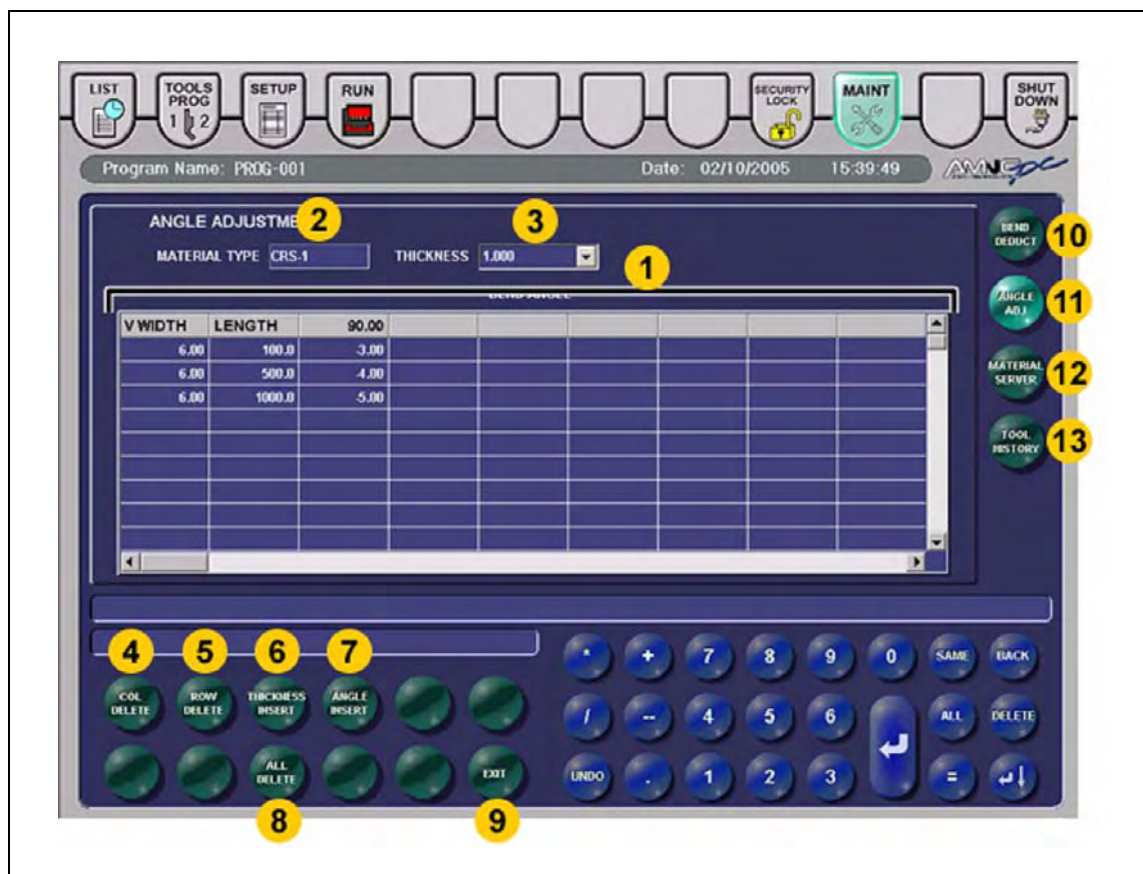

Abb. 6-108 „Winkel-Kompensationswertetabelle“-Display
- 3 Auswahlfeld „Thickness” (Materialstärke) (Abb. 6-108, Seite 6-151)**
- 4 Bedienfeld „COL DELETE” (Spalte Löschen) (Abb. 6-108, Seite 6-151)**
- 5 Bedienfeld „ROW DELETE” (Zeile Löschen) (Abb. 6-108, Seite 6-151)**
- 6 Bedienfeld „THICKNESS INSERT” (Dicke einfügen) (Abb. 6-108, Seite 6-151)**
- 7 Bedienfeld „ANGLE INSERT” (Winkel einfügen) (Abb. 6-108, Seite 6-151)**
- 8 Bedienfeld „ALL DELETE” (Alles Löschen) (Abb. 6-108, Seite 6-151)**
- 9 Bedienfeld „EXIT” (Rückkehr) (Abb. 6-108, Seite 6-151)**
- 10 Bedienfeld „BEND DEDUCT” (Abkantkompensationswerte) (Abb. 6-108, Seite 6-151)**
- 11 Bedienfeld „ANGLE ADJUST” (Winkelkompensationswerte) (Abb. 6-108, Seite 6-151)**
- 12 Bedienfeld „MATERIAL SERVER” (Materialarttabelle) (Abb. 6-108, Seite 6-151)**
- 13 Bedienfeld „TOOL HISTORY” (Werkzeugeinsatztabelle) (Abb. 6-108, Seite 6-151)**